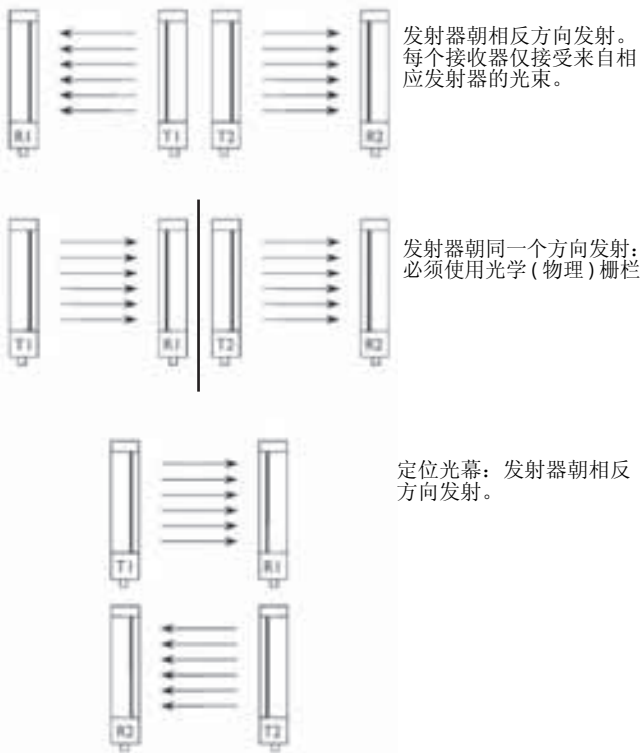

图9：多个GuardShield Micro 400 的校准方案
1. 使用托架安装发射器和接收器 (图9)。确保两者的纵向轴相互平行。对于垂直或水平安装，可借助水平仪找出正确的位置。